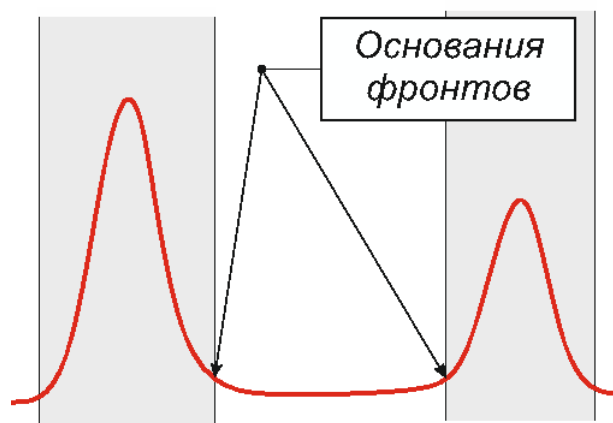

Рис. 2
- 2) для далеко отстоящих друг от друга пиков – основания фронтов (рис. 2).